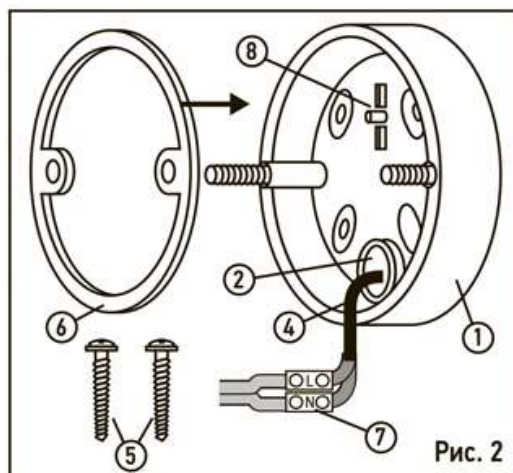

Рис. 2
- Протяните через уплотнитель (2) сетевую кабель (4) и закрепите основание светильника при помощи саморезов (5) (входят в комплект). Установите уплотнительное кольцо (6) (входит в комплект) на основание светильника (1), Рис. 2.
- Подключите два сетевых провода к клеммной колодке в соответствии с указанной маркировкой клеммы L, N, (7). Установите клеммную колодку в держатель основания светильника (8), Рис. 2.